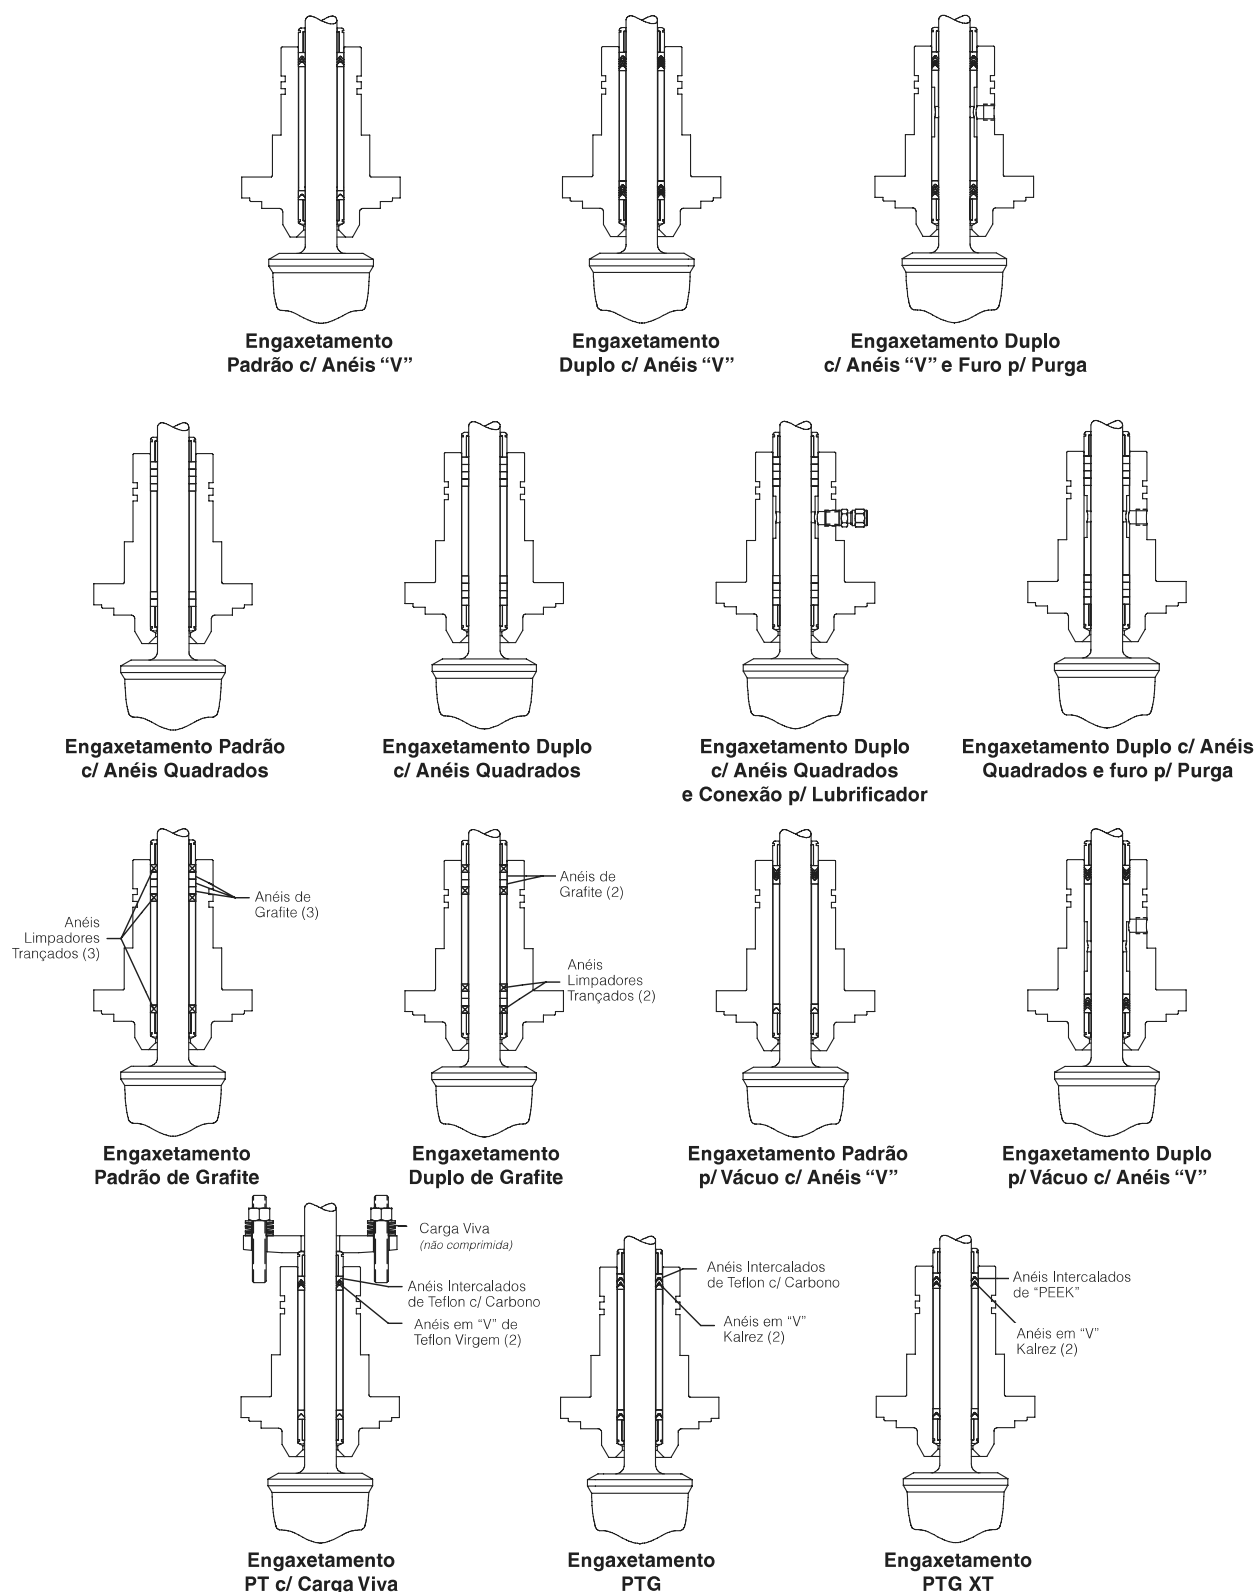

Figura 4 - Configurações Típicas do Engaxetamento
- Se as gaxetas tiverem sido removidas, consulte a figura 4 e reinstale novas gaxetas exatamente como indicado. Ao remontar o conjunto de gaxetas no castelo, certifique-se de que sobre uma folga no topo da caixa de gaxetas de pelo menos 3,2 mm (1/8 pol.) para a montagem da guia superior. Espaçadores de diferentes comprimentos permitem a utilização de diversas configurações de engaxetamentos, tais como engaxetamento duplo ou engaxetamento para aplicações com vácuo. A lubrificação das gaxetas é recomendada e facilita a remontagem (vide lubrificantes recomendados na Tabela III).